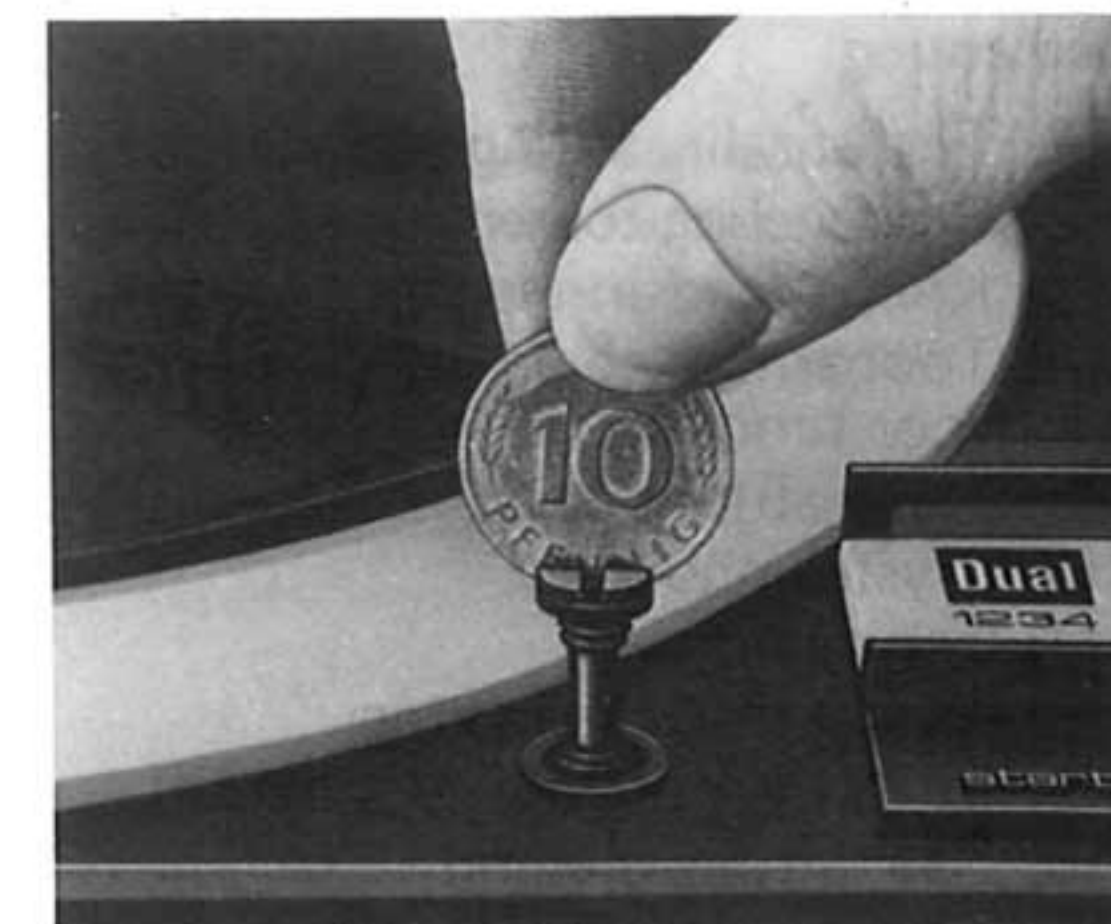
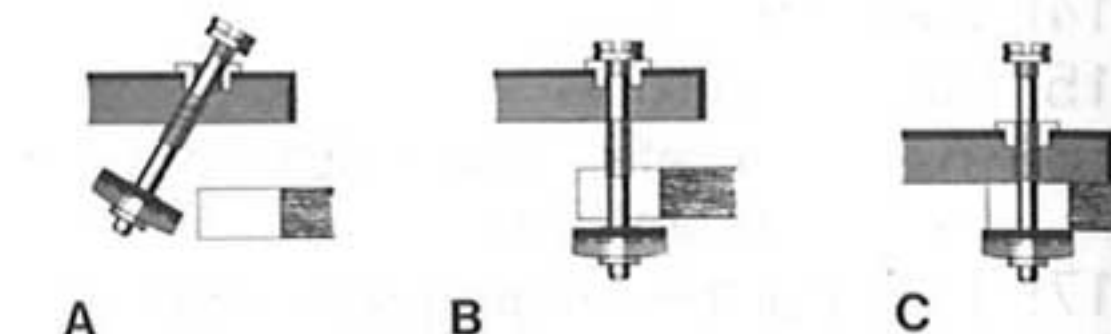

Fig. 1
Fig. 2
Entfernen Sie die mit einem roten Streifen markierte Sicherungsschraube des Plattenspielers und lösen Sie die Transportsicherungsschrauben (17) durch Drehen im Uhrzeigersinn (Fig. 1), bis sie ca. 15 mm tiefer rutschen. Entfernen Sie die Schutzsegmente des Plattentellers und ziehen Sie die Transportsicherungsschrauben – durch Weiterdrehen im Uhrzeigersinn – fest. Damit ist der Plattenspieler für die Spielstellung federnd gelagert (Fig. 2 B).
Retirez la vis de sécurité repérée par un trait rouge sur la platine et dévissez les vis de sécurité pour le transport (17) (Fig. 1) en tournant dans le sens horaire jusqu'à ce qu'elles s'enfoncent d'environ 15 mm. Retirez les segments de protection du plateau et serrez les vis de sécurité en continuant à tourner dans le même sens. Maintenant, la platine, ainsi fixée dans sa suspension élastique, est prête à fonctionner (Fig. 2 B).
Remove the safety screw of the turntable (marked by a red stripe) and loosen the transit safety screws (17) by turning them clockwise (Fig. 1) until they slide downward (about 15 mm) releasing the chassis from the base. Remove the securing pads between the chassis and the platter. Then continue turning the safety screws clockwise to tighten the screws. The turntable is now in spring-supported position required for play position (Fig. 2 B).
Verwijder de met een rood label gemerkte beveiligingsschroef van de platenspeler en draai de transportschroeven (17) kloksgewijs los (Fig. 1) tot ze ca. 15 mm naar beneden vallen. Verwijder de beschermsegmenten van het plateau en draai de transportschroeven vast door ze kloksgewijs verder te draaien (Fig. 2 B).
Separe el tornillo de seguridad del tocadiscos marcado con una tira de color rojo y afloje los tornillos de seguridad para el transporte (17) (Fig. 1) girandolos en sentido de las manecillas del reloj hasta que caigan aproximadamente 15 mm. Separe luego segmentos de fijación del plato y apriete los tornillos de seguridad para el transporte girandolos otra vez en sentido de las manecillas del reloj. De esta forma queda el tocadiscos suspendido elásticamente, es decir en posición de funcionamiento (Fig. 2 B).
Avlägsna den med röd remsa markerade låsskruven på skivspelaren. Lossa transportsäkringsskruvarna (17) (Fig. 1) genom att vrida dem medurs tills de "faller ner" cirka 15 mm. Fortsätt därefter att skruva i samma riktning så långt det går. Avlägsna plastsegmenten under skivtallriken. Härmed är skivspelaren fjädrande upphängd (Fig. 2 B).